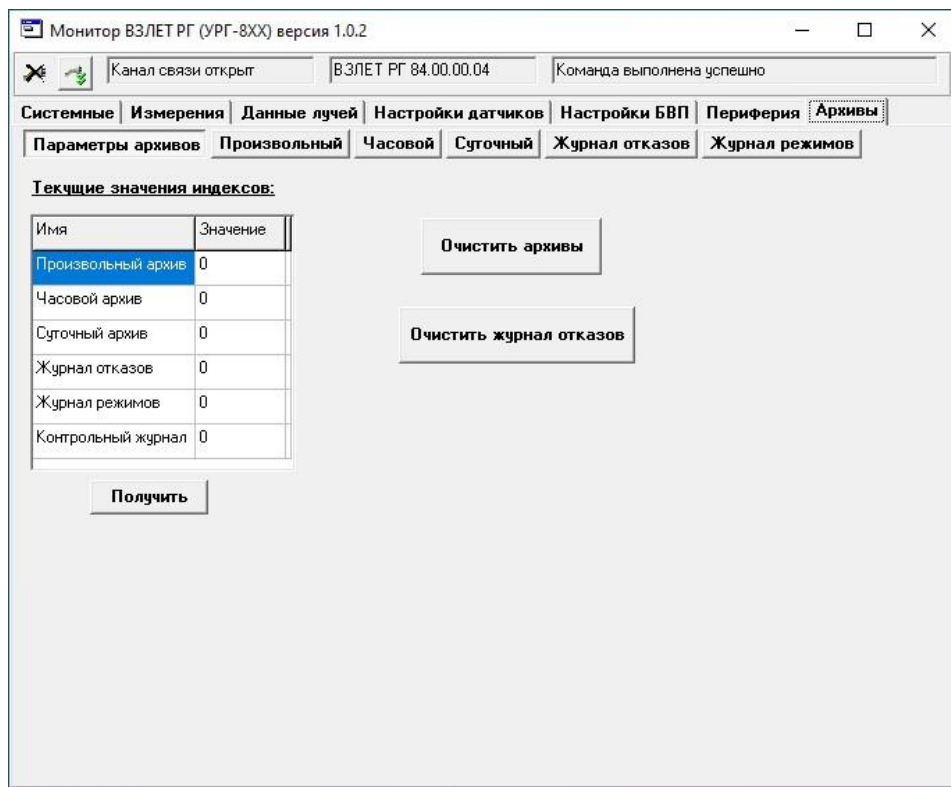

Рисунок 28 - Вкладка «Архивы»
6.9.1 Вкладка «Архивы» содержит основное окно «**Параметры архивов**» (см. рисунок 28), в котором содержатся количество записей по всем архивам и журналам расхода, а также имеется возможность провести очистку архивов и журнала отказов.